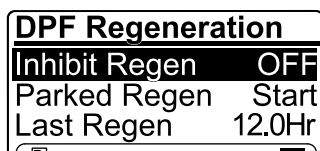

Figure 48
2. Appuyez sur le bouton droit pour faire passer le paramètre Inhibit Regen de On à Off (Figure 48) ou inversement (Figure 48).